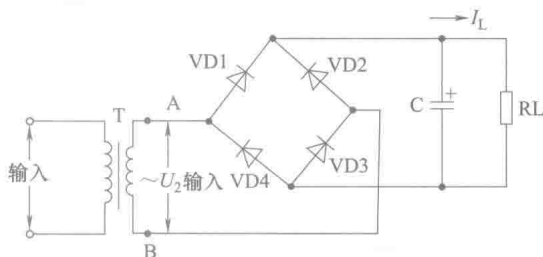

图 1-10 全桥式整流电路
② 全桥式整流电路。如图 1-10 所示在交流电正半周时，A 点的电位高于 B 点，则二极管 VD1、VD3 导通，而二极管 VD2、VD4 截止，电流由 A 点经 VD1，自上而下地流过负载 RL，再通过 VD2 回到变压器次级；在交流电负半周时，B 点的电位高于 A，二极管 VD2、VD4 导通，而 VD1、VD3 截止，那么电流由 B 点经 VD2，仍然由上而下地流过负载 RL，再经 VD4 到 A。可见，桥式整流电路中，无论交流电的正、负半周，都有单方向的直流电流输出，而且输出的直流电压也比半波整流电路高。